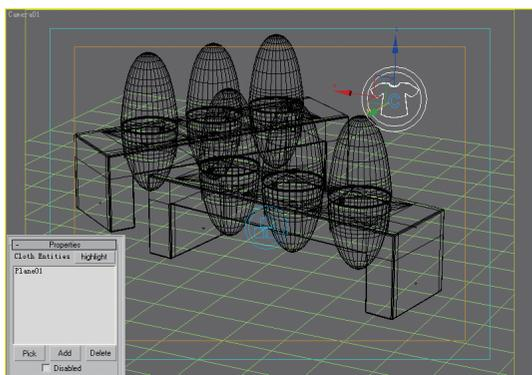

图9-46 拾取布料
**09** 确认布料收集器处于选中状态，在修改面板中单击Pick按钮，在视图中选中平面物体，从而将其添加到布料收集器中，如图9-46所示。